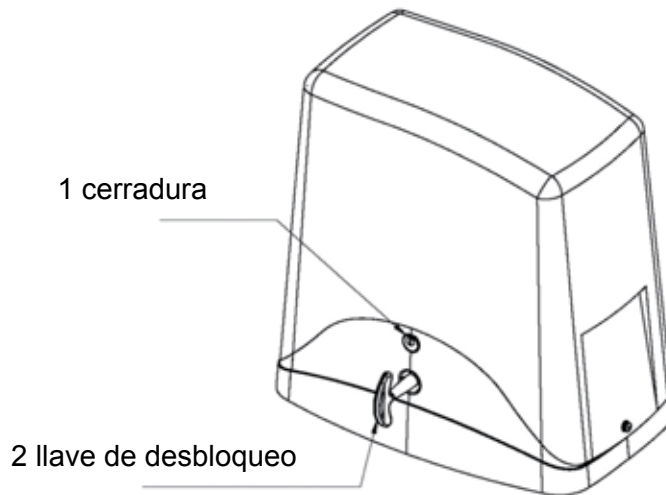

fig.3
1. Introduzca la llave suministrada en la posición 1 cerradura y gire 90° en sentido contrario al de las agujas del reloj (fig.3)
2. Introduzca la llave de desbloqueo en la posición 2 y gire en el sentido de las agujas del reloj hasta que se desbloquee completamente el piñón (fig.3).
Para una correcta instalación de la cremallera, desbloquee el motorreductor de la manera indicada en la fig. 3 y abra completamente la cancela.